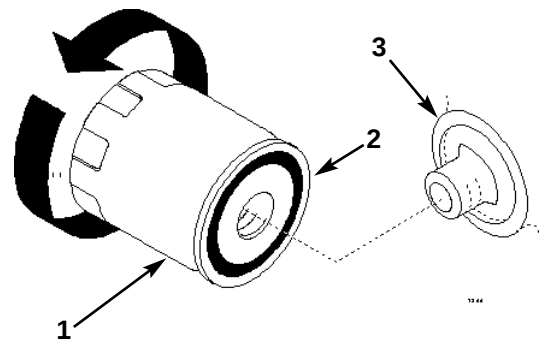

Figure 22
2. Déposer le filtre usagé et essuyer la surface du joint de l'adaptateur (Fig. 22).
3. Appliquer une fine couche d'huile neuve sur le joint en caoutchouc du filtre de rechange (Fig. 22).
4. Poser le filtre de rechange sur l'adaptateur. Tourner le filtre dans le sens des aiguilles d'une montre jusqu'à ce que le joint en caoutchouc touche l'adaptateur, puis visser encore le filtre d'1/2 tour (Fig. 22).